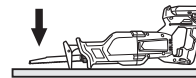

Fig. 22
Con esta herramienta puede realizar corte de cavidad en madera laminada y en tablas de material delgado. El corte de cavidad se puede realizar con toda facilidad con la hoja de sierra en sentido inverso, tal como se observa en las Fig. 22, 23, 24.
- (1) Presione la parte inferior de la base contra el material. Tire del gatillo mientras mantiene la punta de la hoja de sierra separada del material. (Fig. 22)